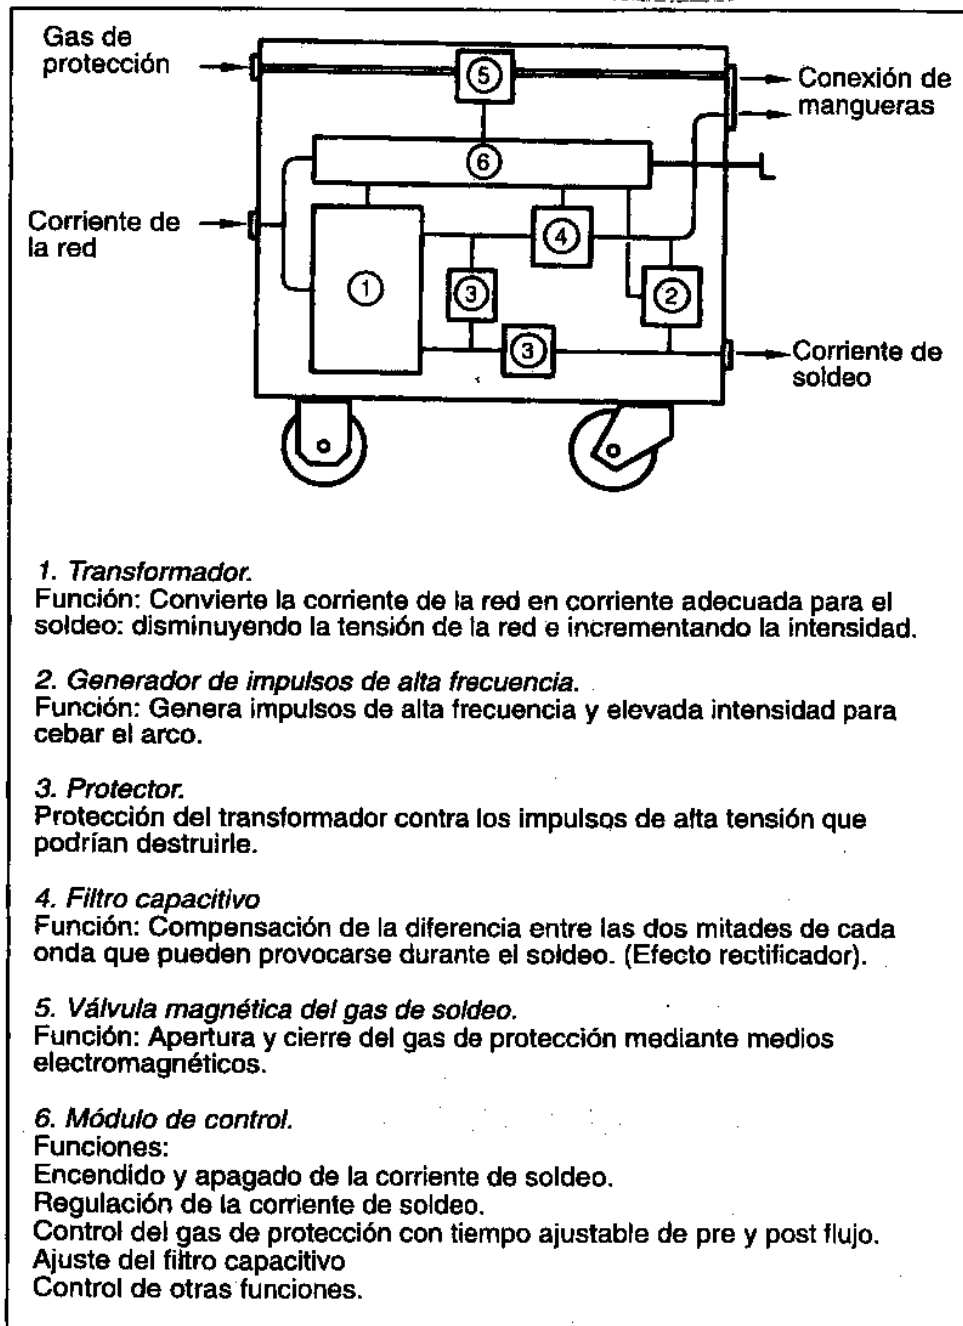

FIGURA 5 (A) : COMPONENTES DEL EQUIPO DE CORRIENTE ALTERNA
En la figura 5 (A) se pueden ver todos los componentes de una máquina de corriente alterna.